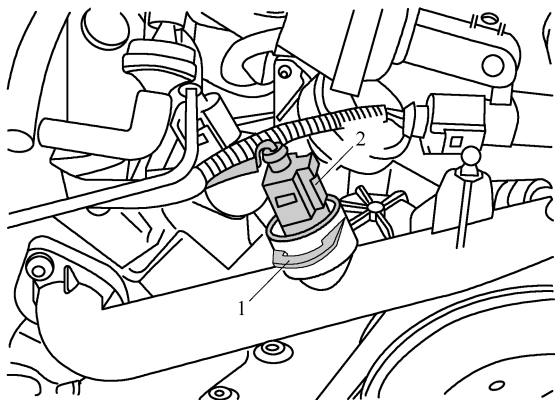

图 9-2-22 冷却液温度传感器 G62 上的电气插头
(1) 拆下前部发动机罩。
(2) 如图 9-2-22 所示，断开冷却液温度传感器 G62 上的电气插头 2。